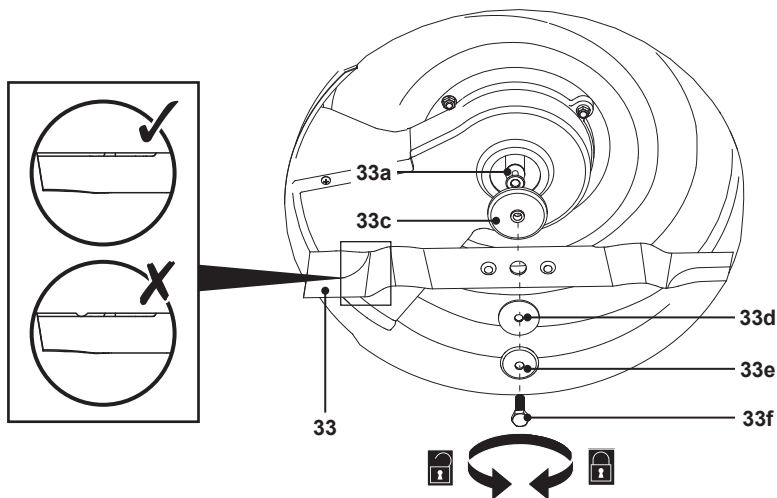

Fig. 29
1. Maintenir le dessous du produit et le dispositif de coupe (33) propres et exempts de débris. Retirer l'herbe coupée de la goulotte d'éjection arrière (34).
2. Vérifier régulièrement que tous les écrous et boulons sont bien serrés avant d'utiliser le produit. Une utilisation prolongée, particulièrement sur des sols sablonneux, entraîne l'usure et une légère déformation du dispositif de coupe (33). L'efficacité de coupe en est réduite, et le dispositif de coupe doit être remplacé.
3. Garder le dispositif de coupe (33) aiguisé pour conserver de bonnes performances de coupe. Si le dispositif de coupe est usé ou endommagé, le remplacer par un nouveau dispositif de même type ou demander à un spécialiste qualifié de l'aiguiser.
4. Si le produit ne peut pas être mis sur cric, l'incliner vers la droite de sorte que le bouchon du réservoir de carburant (14) soit orienté vers le haut. Cela permet d'éviter les fuites de carburant et les démarrages difficiles pouvant être causés par un carburateur (17) noyé.
5. Desserrer le boulon à tête hexagonale (33f) dans le sens antihoraire à l'aide d'une clé adaptée (taille 17 mm) et le retirer avec la rondelle cuvette (33e), la bride de blocage (33d), le dispositif de coupe (33) et le support de lame (33c) de l'axe de palier (33a) (Fig. 29).
7. Remplacer le dispositif de coupe (33) par un nouveau dispositif de même type. Vérifier l'état de la bride sur le support de lame (33c), fixer correctement le dispositif de coupe (33), puis fixer la bride de blocage (33d) et s'assurer que les deux goupilles sont placées dans la rainure de la bride du support de lame (33c) ; fixer l'ensemble avec la rondelle cuvette (33e) et le boulon à tête hexagonale (33f). Serrer le boulon à tête hexagonale (33f) dans le sens horaire entre 45 et 60 Nm pour garantir un fonctionnement sûr du produit (Fig. 29).